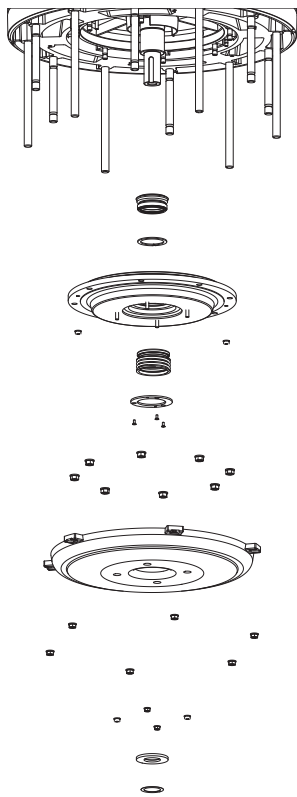

Imagen 12: Desmontaje de las juntas mecánicas (J 604)
**J 604:** Libere la presión del resorte y eleve la pieza giratoria de la junta inferior. Observe que el anillo fijo sigue en la placa de desgaste superior. Afloje las tuercas que fijan la placa de goma. Desmonte el anillo fijo de la junta mecánica inferior de la placa de desgaste superior. Retire el circlip bajo la junta mecánica superior. Extraiga la pieza giratoria de la junta mecánica superior (Imagen 12)